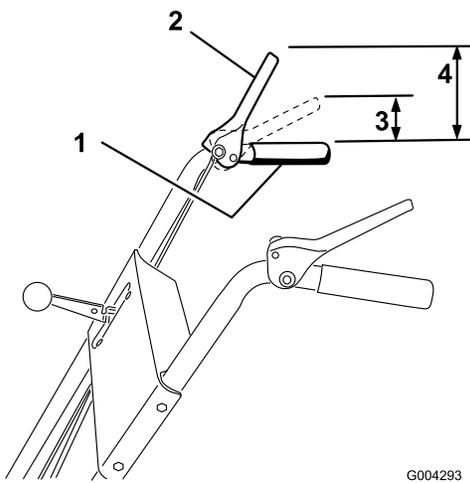

Figure 9
3. Vérifiez la distance entre le haut de la poignée et le bas de la manette de commande de fraise/turbine (Figure 9).
Remarque: La résistance augmente de manière perceptible lorsque la courroie d'entraînement de la fraise/turbine se tend (à peu près à mi-course de la manette). Le réglage est correct quand la résistance commence à augmenter et que 2,5 à 5 cm séparent le haut de la poignée et le bas de la manette de commande de fraise/turbine comme illustré à la Figure 9.